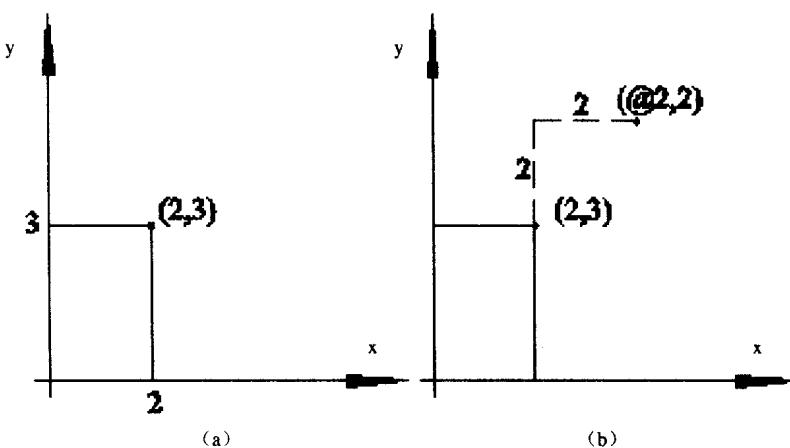

图 1-4 直角坐标
(1) 绝对直角坐标：直接输入点的 X、Y 坐标值，用逗号分隔 X、Y (图 1-4 (a))。
(2) 相对直角坐标：“相对”指相对于前一点的直角坐标值。相对直角坐标的表达方式为在坐标值前加一个符号“@”(图 1-4 (b))。